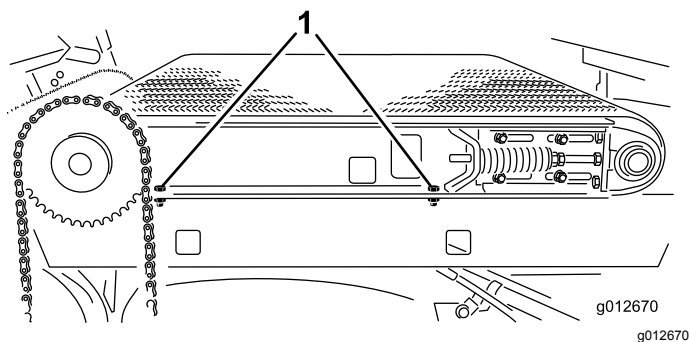

図 33
4. 装置右側で、スライダフレームレールを右側フェンダに固定しているキャップスクリュ2本をゆるめる図 33。スライダベッドを傾けられるように、ボルト類は十分にゆるめる。